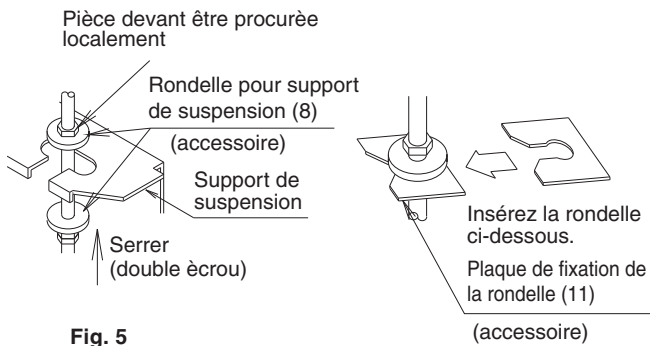

Fig. 5
**(1) Installer l'unité intérieure temporairement.**
- Fixez le support au boulon de suspension. Veillez à le fixer solidement en plaçant un écrou et une rondelle de chaque côté du support. **(Reportez-vous à la Fig. 5)**